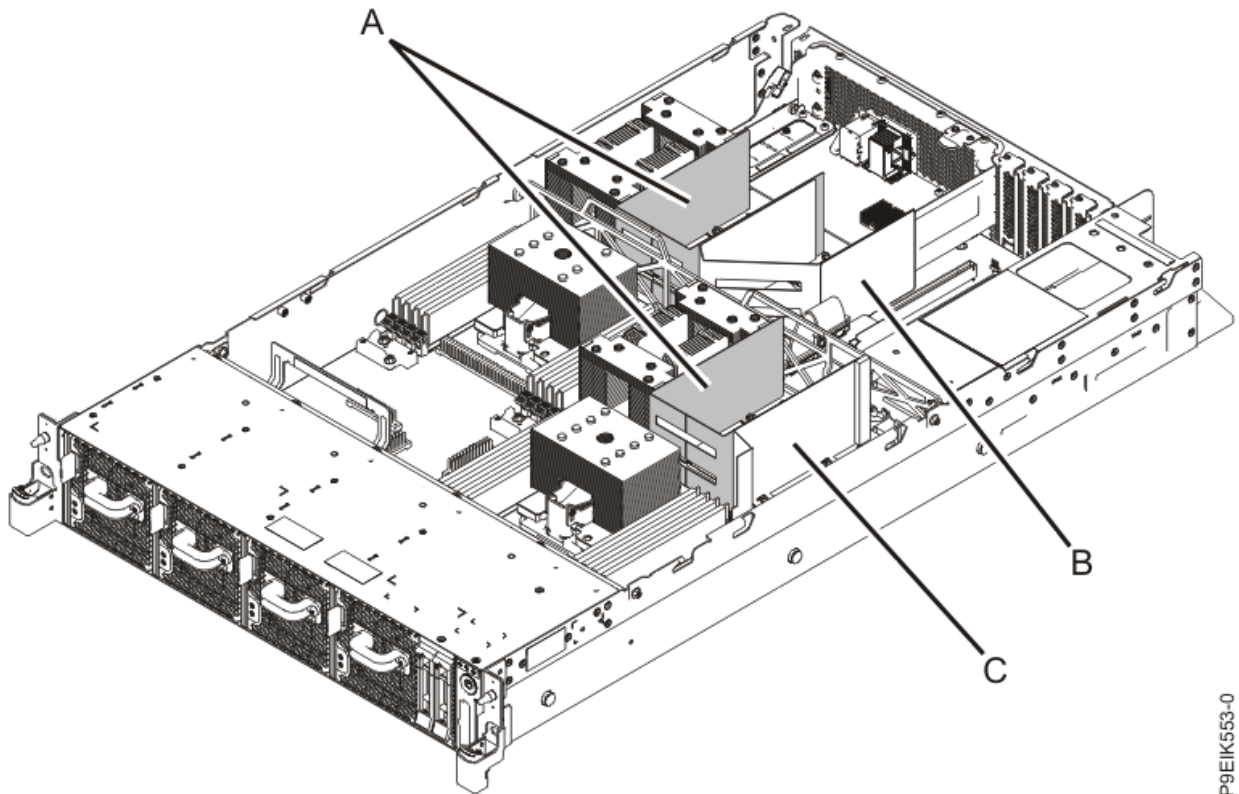

Figura 22. Enchimentos (A) e condutas (B e C) de ventilação da GPU
2. Remova os dois enchimentos de GPU **(A)** localizados nos sockets de GPU, como é mostrado na Figura 22 na página 25. As duas condutas de ventilação **(B)** e **(C)** devem ficar no lugar para garantir uma refrigeração adequada.